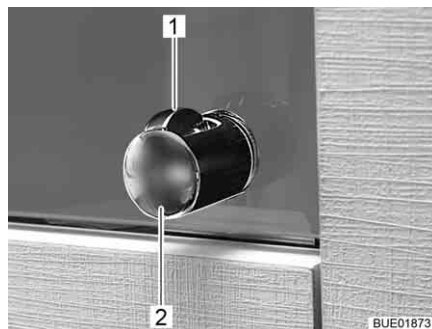

Bild 40 Handtag med låsknapp
- Tryck in låsknappen (Bild 40,1) och håll den intryckt.
- Öppna skåpluckan genom att dra i handtaget (Bild 40,2).